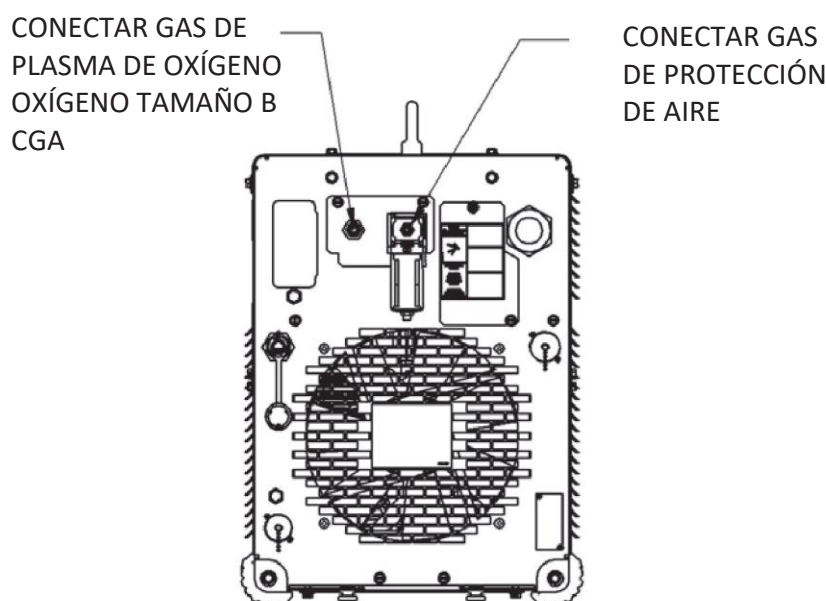

FIGURA 4
6. Conecte un suministro de oxígeno regulado a la entrada de gas de plasma y un suministro de aire o nitrógeno regulado a la entrada de gas de protección. Véase la Figura 4.